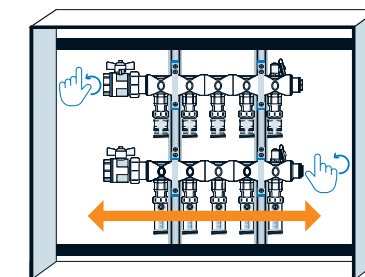

Figure 10: Ensemble collecteur à l'équerre et de niveau
5. Remettez l'ensemble collecteur à l'équerre et au niveau (voir **Figure 10**).